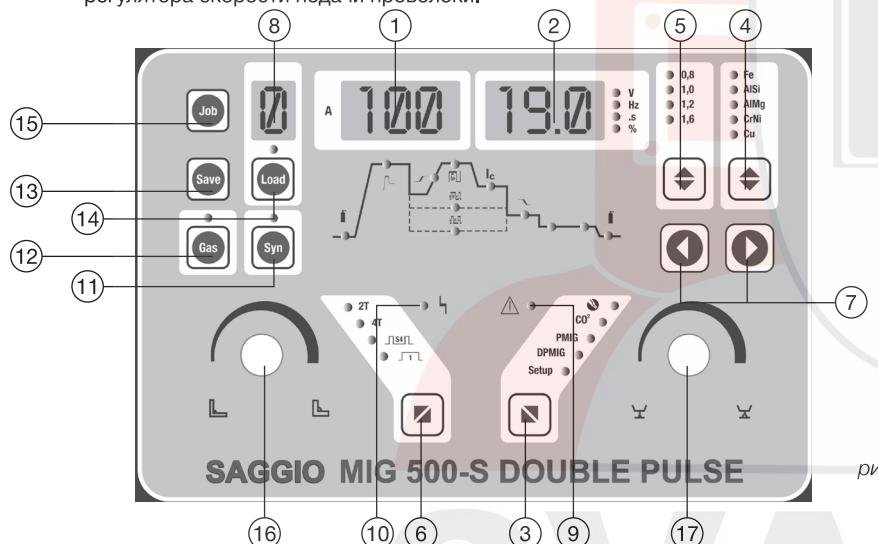

рис. 6
1. Для начала нажмите клавишу №3 (рис.6) для выбора вида сварочного процесса "CO₂".
- Нажмите клавишу №11 (рис.6) «SYN»
- Основным регулятором скорости подачи (расположен на механизме подачи рис. 5) необходимо выставить значение на цифровом дисплее №1 (рис. 6) 100A
- Основным регулятором сварочного напряжения (расположен на механизме подачи рис. 5) необходимо выставить значение на цифровом дисплее №2 (рис. 6) 19V, как представлено на рисунке ниже.
3. Выберите диаметр сварочной проволоки с помощью клавиши №5 (рис.6): 0,8/1,0/1,2/1,6
4. Выберите режим управления процессом, нажав клавишу №6 (рис.6): 2T, 4T.
5. Далее настраиваем параметры циклограммы с помощью клавиш №7 и регулятора №17 (рис. 6): индуктивность, предварительная и заключительная продувка газа, напряжение и время растяжки дуги.
- При выборе режима 4T активируются параметры: Ток "заварки кратера" и напряжение "заварки кратера", которые настраиваются с помощью регуляторов №16 и №17 (рис. 6).
6. Отрегулируйте расход газа с помощью клавиши №12 (рис.6), предварительно подсоединив газовый шланг аппарата с регулятором давления газового баллона.
1. Нажмите клавишу №3 (рис. 6) для выбора вида сварочного процесса "PMIG".
3. Выберите тип материала с помощью клавиши №4 (рис. 6): углеродистая сталь(Fe), алюминиево-кремниевый сплав (AlSi), алюминиево-магниевый сплав (AlMg), нержавеющая сталь (CrNi), медный сплав (CuSi₃).
4. Затем выберите диаметр сварочной проволоки, нажав клавишу №5 (рис. 6): 0,8/1,0/1,2/1,6
5. Выберите режим управления процессом, нажав клавишу №6 (рис. 6): 2T, 4T, Special 4T
6. Далее настраиваем параметры циклограммы с помощью клавишей №7 и регулятора №17 (рис. 6): индуктивность, предварительная и заключительная продувка газа, напряжение и время растяжки дуги.
При выборе режима 4T активируются следующие параметры: Ток "заварки кратера" и напряжение "заварки кратера", которые настраиваются с помощью регуляторов №16 и №17 (рис. 6).
При выборе режима Special 4T активируются параметры: ток и напряжение "Hot start", ток и напряжение "заварки кратера", которые настраиваются также с помощью регуляторов №16 и №17 (рис. 6).
7. Отрегулируйте расход газа с помощью клавиши №12 (рис.6), предварительно подсоединив газовый шланг аппарата с регулятором давления газового баллона.
1. Нажмите клавишу №3 (рис. 6) для выбора вида сварочного процесса "DPMIG".
6. Далее настраиваем параметры циклограммы с помощью клавишей №7 и регулятора №16 и №17 (рис. 6): индуктивность, предварительная и заключительная продувка газа, ток, частота и время второго импульса, напряжение и время растяжки дуги.
- Нажмите клавишу "Job" №15 (рис. 6) и выберите номер ячейки для сохранения настроенного процесса сварки, повторными нажатиями на клавишу.
- Далее нажмите клавишу "Save" №13 (рис. 6).
- Нажмите клавишу "Load" №14 (рис. 6).